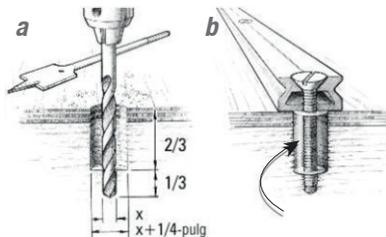

Figura 16 Taladre orificios sobredimensionados para aumentar el área expuesta del sustrato y la cantidad de epoxico alrededor del sujetador.
1. Taladre orificios sobredimensionados 2/3 a 3/4 la profundidad del sujetador. El diámetro del agujero es 1/4" mayor que el diámetro del sujetador (Figura 16-a).
5. Instale los sujetadores con la fuerza suficiente para sostener el hardware en su lugar. Permita que el epoxico cure bien antes de aplicar la carga al hardware (Figura 16-b).